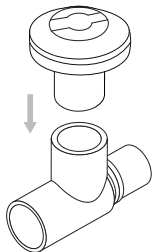
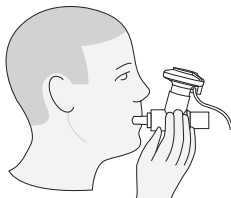

Abbildung 3. Vernebler mit dem T-Stück verbinden
Abbildung 12. Anschluss an ein Mundstück
- 3 Den Vernebler mit dem T-Stück verbinden und fest auf das T-Stück drücken (Abbildung 3).
Bei der Verwendung eines Mundstücks den Vernebler an das T-Stück anschließen (siehe Abbildung 3) und dann das T-Stück mit dem Mundstück verbinden, indem die beiden Teile fest zusammengedrückt werden (Abbildung 12).
Warnhinweise: Der Vernebler muss immer vertikal ausgerichtet sein, um eine ordnungsgemäße Vernebelung zu gewährleisten (Abbildung 12).